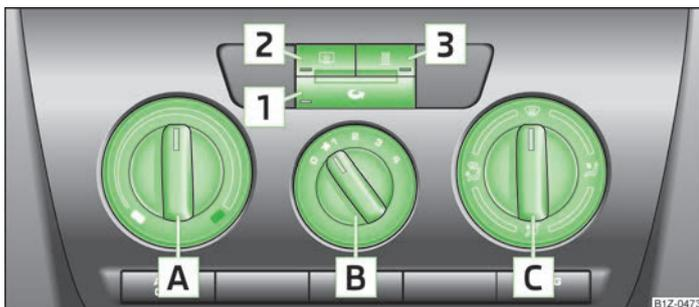

Fig. 88 Calefacción: Elementos de mando
- Girar el regulador giratorio **A** » fig. 88 hacia la derecha para elevar la temperatura.
- Girar el conmutador del ventilador **B** » fig. 88 a una de las posiciones, 1 a 4, para conectar el ventilador.
- Con el regulador de distribución de aire **C** » fig. 88, se regula el sentido de salida del aire » página 82.
- Pulsar la tecla **2** » fig. 88. Para más información » página 47.
- Pulsar la tecla **3** » fig. 88 para conectar/desconectar directamente la calefacción adicional (calefacción y ventilación independiente). Para más información » página 90.
B » fig. 88, se pueden ajustar a cualquier posición intermedia.
- Elementos de mando **A** » fig. 88 de la página 83, **B**, **C** y la tecla **1**.
► Pulsar la tecla  **1** » fig. 88 de la página 83, en la tecla se encenderá el testigo.
► Pulsar de nuevo la tecla  **1** » fig. 88 de la página 83 - se apagará el testigo de control en la tecla.
Si el regulador de la distribución de aire **C** » fig. 88 de la página 83 se encuentra en la posición , el servicio de aire circulante se desconectará automáticamente. Pulsando repetidamente la tecla , se puede volver a conectar el servicio de aire de circulación también en esta posición.